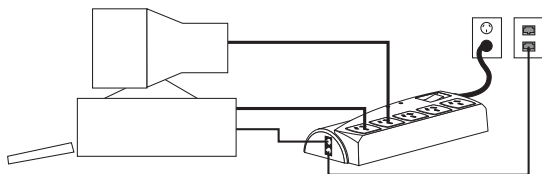

Figura 3
1. Coloque el interruptor de encendido ② en la posición de apagado — la perilla del interruptor con el rótulo "0" debe estar hacia abajo.
2. Conecte el cable de alimentación ① a un tomacorriente de 220 a 240 VCA. Se recomienda encarecidamente utilizar un toma corriente con conexión a tierra. Los supresores contra sobrevoltajes no conectados a tierra no proporcionan una protección efectiva entre los polos de línea y tierra. Consulte las normas eléctricas vigentes relativas a conexiones a tierra.
- Nota:** La Figura 3 muestra un ejemplo de instalación.